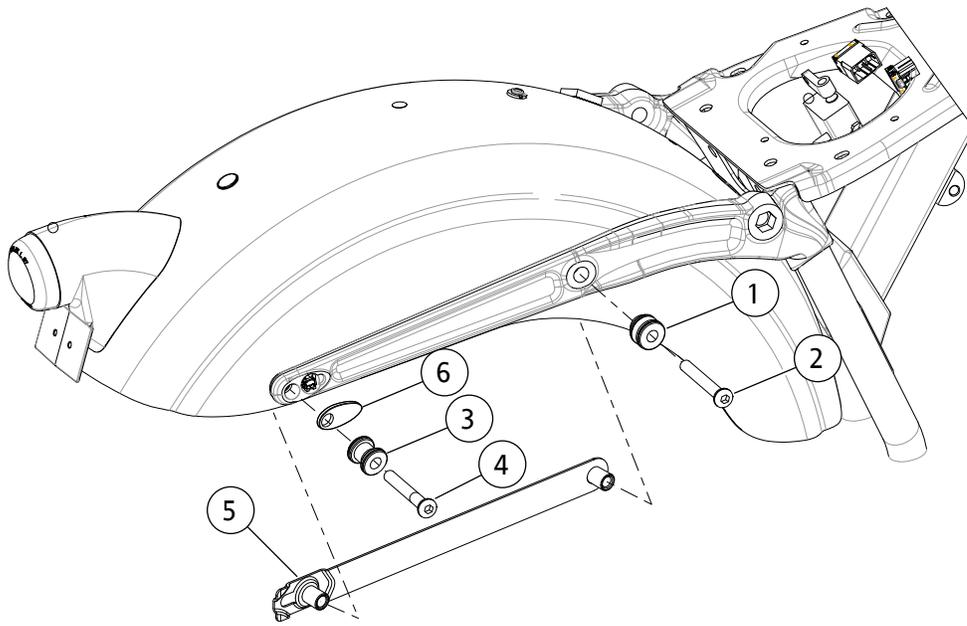

图1。维修零件：FXDB对接五金套件
参见图1和表1。
2. 参见图1和表1。安装前，在半圆头螺栓(2)上涂敷Loctite 243(蓝色)。将前对接点(1)的锥形侧紧靠支柱。将半圆头螺栓(2)插入对接点、挡板和挡板安装架(5)。拧紧至16.3-24.4 N·m(12-18 ft-lbs)。